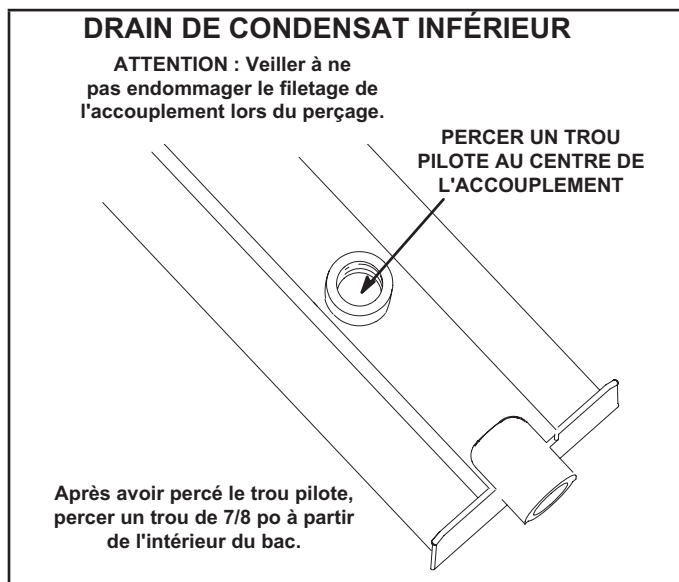

FIGURE 12
- 3 - Retournez le bac de drainage et percez un trou pilote à travers le fond du bac de drainage au centre du raccord. Reportez-vous à la FIGURE 12.